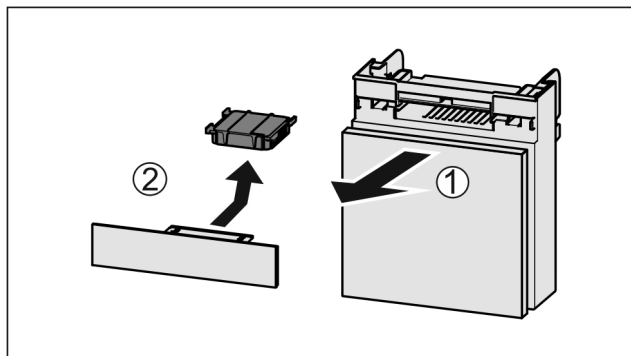

Fig. 76
- ▶ Издърпайте Fig. 76 (1) напред от отделението.
- ▶ Извадете Fig. 76 (2) филтър с активен въглен.